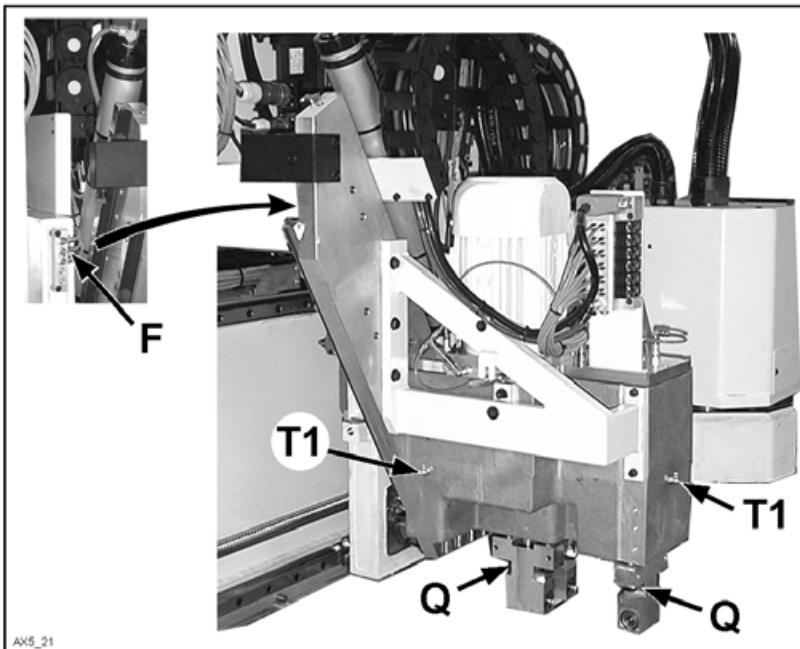

Fig. 12
- Iniettare in ogni ingassatore F (Fig. 12) circa 1cm3 di grasso (ca. 2 pomate - Tipo "AGIP GRMU EP0") pulendo eventuali fuoruscite.
- Iniettare nell'ingassatore T1 (Fig. 12) circa 5+5cm3 di grasso (ca. 7+7 pomate - Tipo "KLUBER ISOFLEX NBU15")
- Iniettare in ogni ingassatore Q (Fig. 12) circa 1cm3 di grasso (Tipo "KLUBER ISOFLEX NBU15") pulendo eventuali fuoruscite.